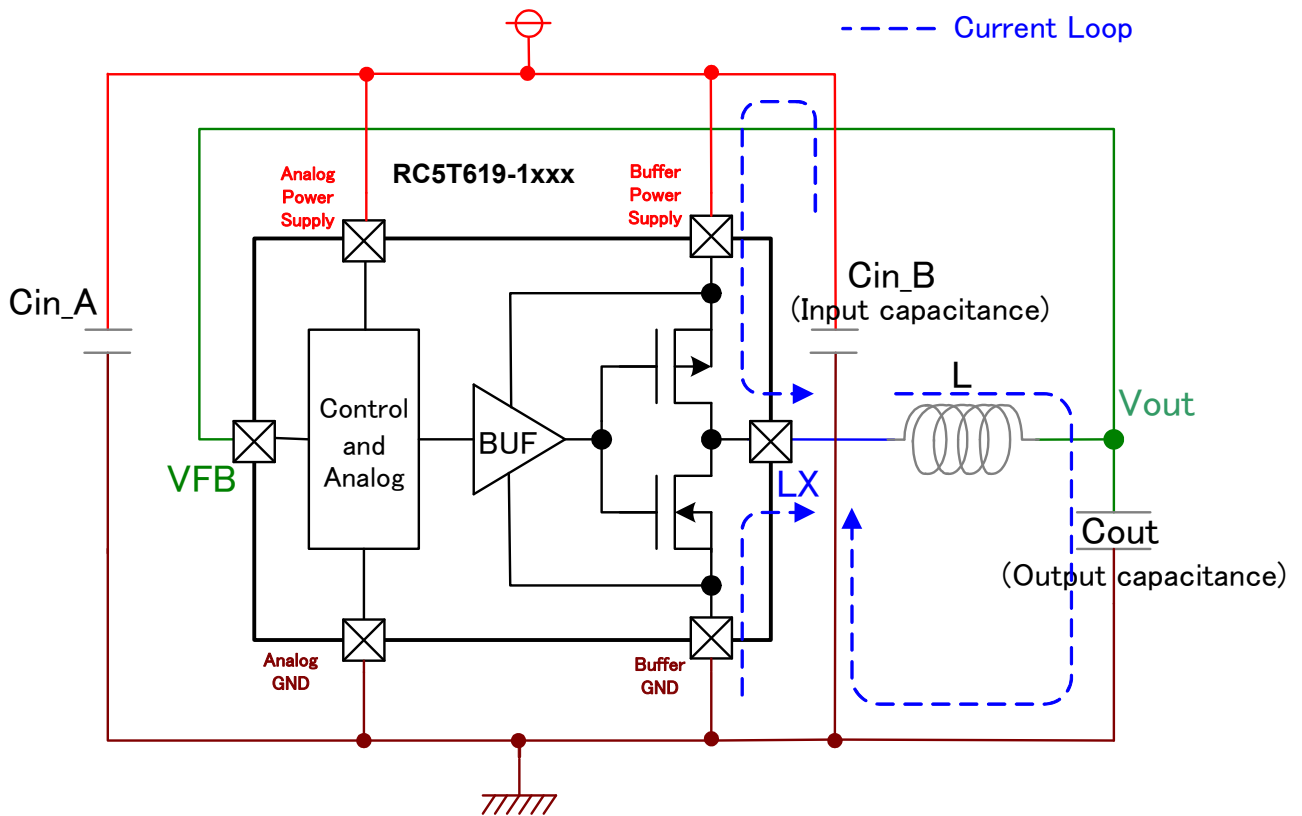
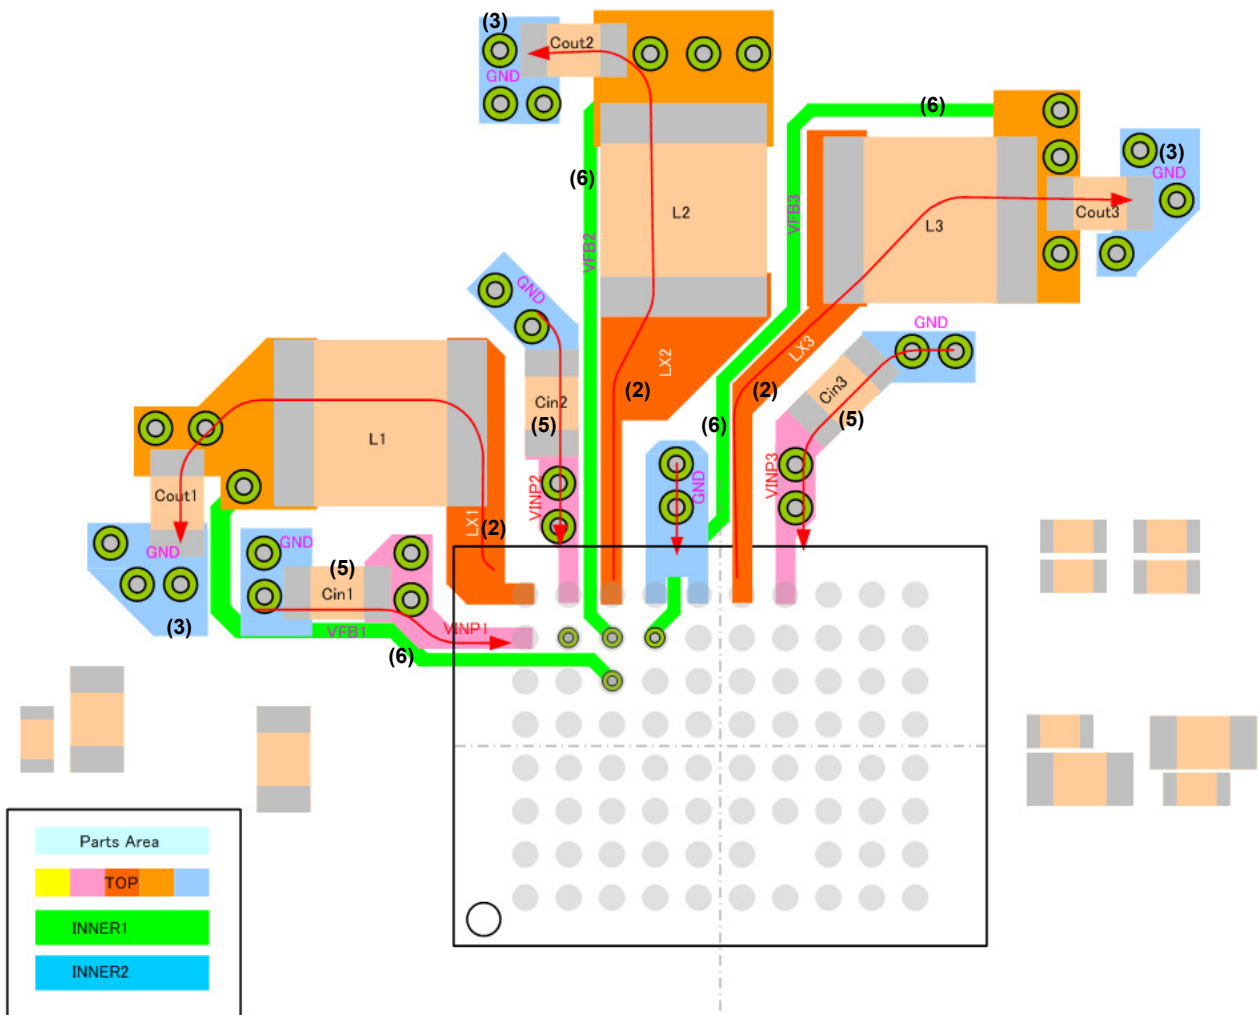

图. 1-1: DCDC1, DCDC2, DCDC3, DCDC4 与 DCDC5 的简化电路图
图. 1-2: DCDC 模块版图绘例(最上层)
- (1) 放置这些元件时要使得开关电流环路最小化(图 1-1: 蓝线部分, 图 1-2: 红线部分)。
- (2) RC5T619-1xxx 与电感之间的 LX 线要布局的尽量短而粗并且不要有其他冗余的线叠于其上。
- (3) 将“Cout”的地线通过多个过孔直接连接到内部地盘(the internal ground plane),以尽可能减小阻抗。(目标: 50mΩ 以下)。
- (4) DCDC 的输出点要尽量靠近电容端(Cout)而不要从电感端直接拉出。同时 VFB 须从电容端直接引出而不是从电感端。
- (5) 将“Cin”尽可能接近 RC5T619-1xxx。(布局时接近芯片的优先级为“Cin” < L < “Cout”.)
- (6) 禁止将接回芯片的 VFB 线与噪声线(LX)平行布线, 尽量将这些线与噪声线布于不同的版层且 VFB 禁止从电感下方穿过。